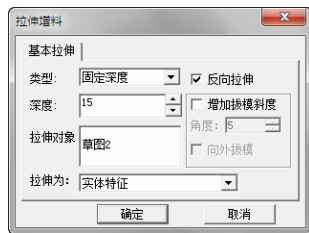

图 6-104 创建拉伸特征
3) 选择下拉菜单“造型”→“特征生成”→“增料”命令, 或者单击“特征生成栏”工具栏上的“拉伸增料”按钮, 弹出“拉伸增料”对话框, 选取“固定深度”类型, 填入深度 15mm, 拾取上一步创建的草图, 单击“确定”完成操作, 如图 6-104 所示。